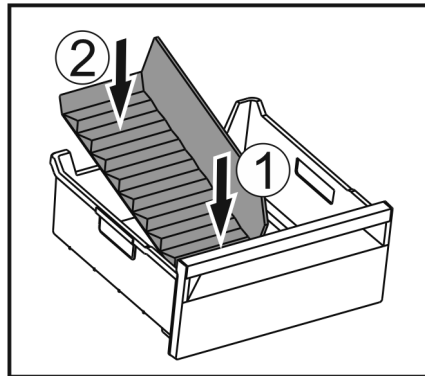

Fig. 148
- ▶ Вставити передню частину перегородки відділення для льоду. Fig. 148 (1)
- ▶ Опустити задню частину перегородки відділення до дна ящика для кубиків льоду. Fig. 148 (2)